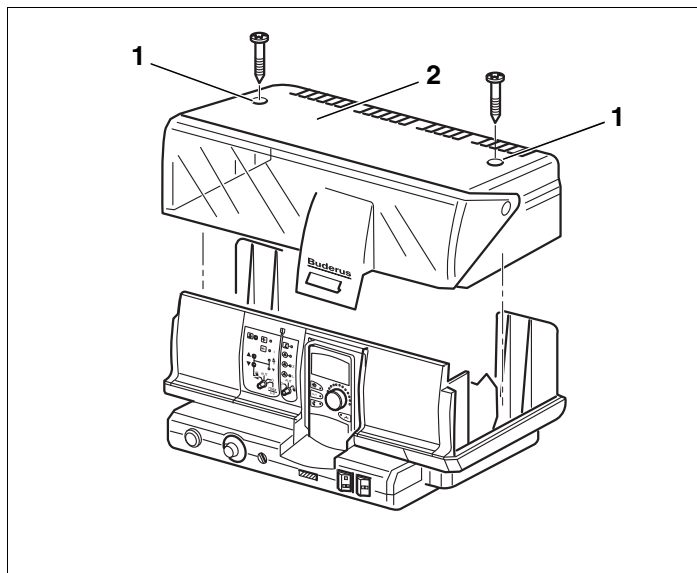

Рис. 14 Демонтаж крышек
- ▶ Отверните оба винта на крышке прибора (→ рис. 14, [1]).
- ▶ Снимите клеммную крышку (→ рис. 14, [2]).